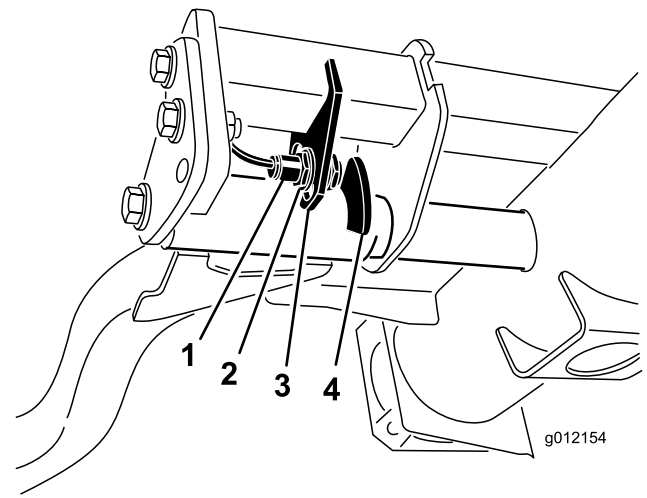

Figura 32
2. L'interruttore del braccio di sollevamento è situato sotto il serbatoio idraulico, dietro il braccio di sollevamento anteriore destro (Figura 32).
3. Allentate le viti di attacco dell'interruttore e abbassate l'interruttore per aumentare l'altezza d'inversione del braccio di sollevamento o alzate l'interruttore per ridurla (Figura 32).